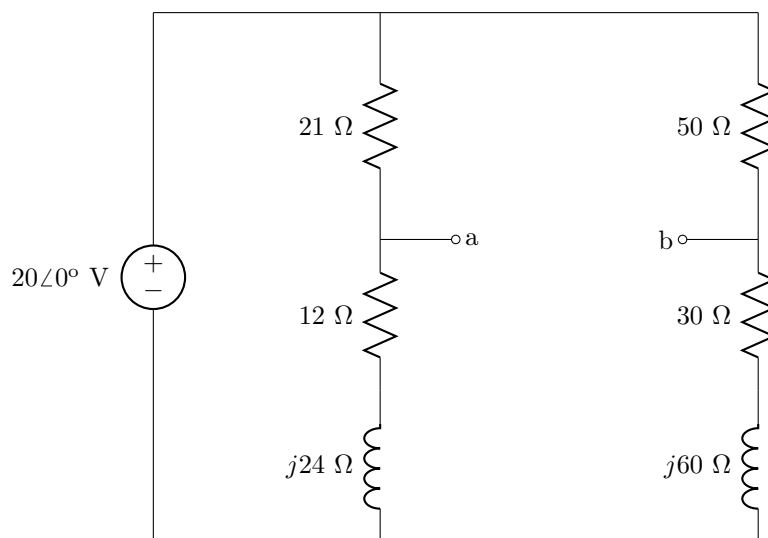

Figura 4.23: Circuito del problema 55.
55. Obtén el circuito equivalente Thevenin del circuito en puente de la figura 4.23.